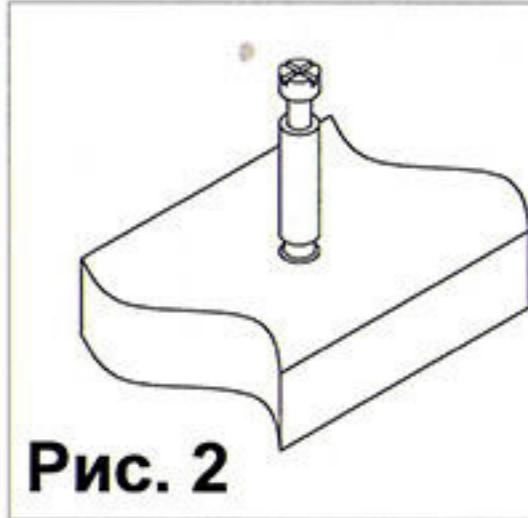

Рис. 2
2. Закрутить в пластиковые муфты столешницы 9 дюбеля-стяжек-растекс (4)(см. рис.2) Соединить столешницу 9 с каркасом стола (детали 1,4,3). Фиксацию стяжек-растекс произвести путем поворота их по часовой стрелке.
3. Сборка ящиков. Соединить задние стенки ящиков 7,11 с боковинами 6 при помощи евровинтов (15). Забить в нижние торцевые отверстия боковин 6 шканты (1). Вставить стяжки-растекс (3) в отверстия